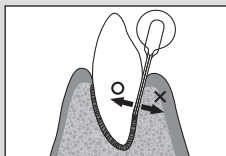

Fig. 4
Aspetos a considerar: Dado que a reabsorção óssea ocorre facilmente no lado labial, é necessário cuidado no movimento da extremidade da ponta para não danificar o osso alveolar (Fig. 4). Também deve prestar atenção ao contacto com o dente existente.
- Para evitar danos no osso alveolar, mova a extremidade da ponta ao longo do dente na medida possível (Fig. 4).